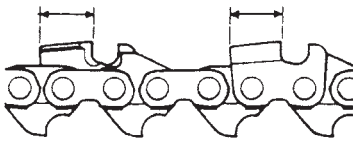

Fig. 43
- 5) Mantener la misma longitud en todas las cuchillas. (Fig. 43)